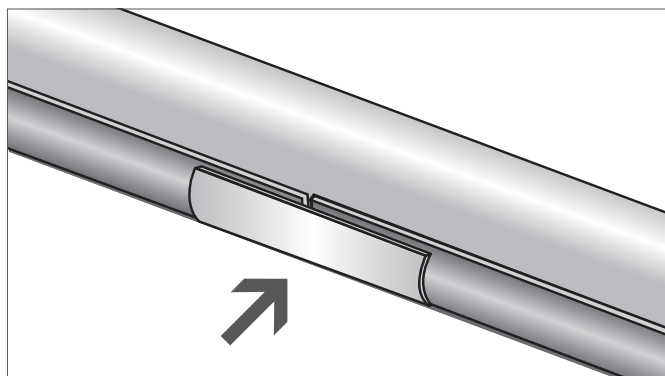

Рис.14-9 Фиксация стыков
5. Зафиксировать стыки обрезками желоба (см.рис. 14-9).